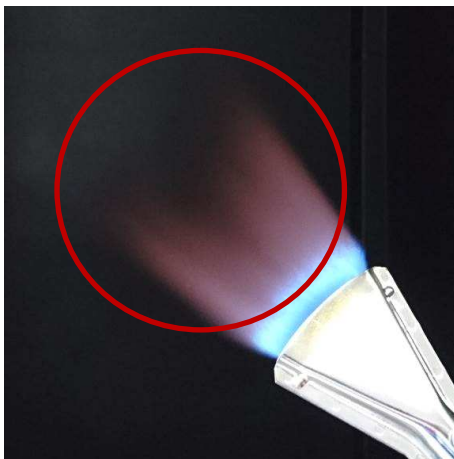

Abbildung 11: Arbeitsbereich der Flamme
2. Die Oberfläche muss entfettet und möglichst vorgewärmt sein. Eine Temperatur von 40 °C bis 50 °C ist dafür ausreichend. Das Werkstück sollte mit dem nichtleuchtenden (oxidierenden), vorderen Teil der Flamme (s. Abb. 11) in Bahnen behandelt werden.